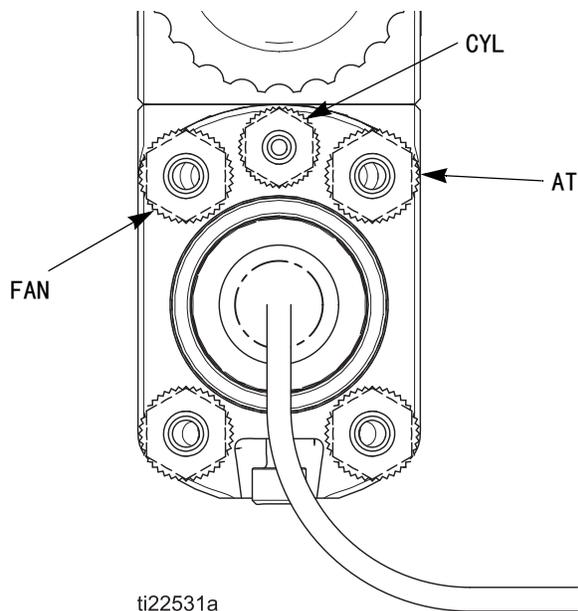

图 19. 歧管空气连接
6. 使用雾化供气管路（A1）的气压调节器来调节雾化程度。（参见图 19。）例如，对于流速为 10 盎司每分钟（0.3 升每分钟）的流体，喷枪歧管的典型雾化压力是 20-30 磅 / 平方英寸（1.4-2.1 巴，0.14-0.21 兆帕）。
2. 通过使用弹膛 (CYL) 供气管路上的空气电磁阀来打开和关闭喷枪功能。将最小 50 磅 / 平方英寸 (3.4 巴, 0.34 兆帕) 气压应用于弹膛空气接头 (CYL) 处，以激活雾化空气 (AT)、风扇空气 (FAN) 和流体 (P) 的开关顺序。参见图 19 (第 28 页)。